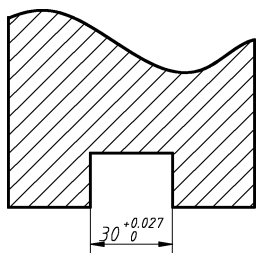

图 9-70 公差尺寸标注示例
- ①“直线”标注样式。
- ②“圆与圆弧引出”标注样式。
- ③“小尺寸 1”“小尺寸 2”“小尺寸 3”等标注样式。
- 4) 绘制如图 9-70 所示图形并标注公差尺寸。